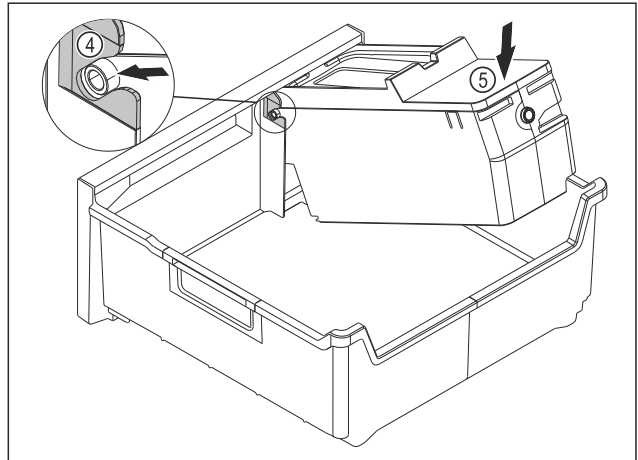

Fig. 82
- ▶ EasyTwist-Ice gövdesini monte edin: EasyTwist-Ice gövdesinin eksenlerini kılavuzlara Fig. 82 (4) itin.
- ▶ EasyTwist-Ice gövdesini Fig. 82 (5) arkadan aşağı bastırın.